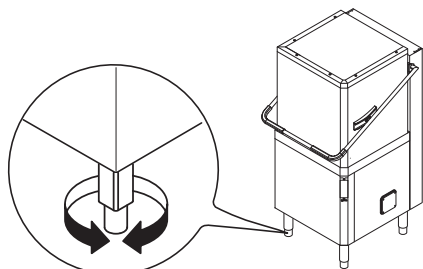

Figura 8 Regulación de los pies
- Regular el aparato girando los pies correspondientes y comprobar que quede perfectamente plano, tanto horizontal como transversalmente (Figura 8).